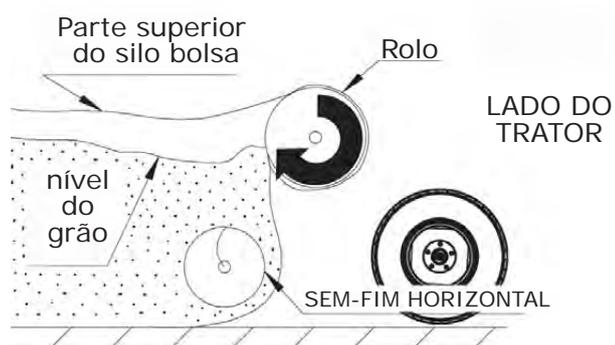

Figura 6.6 – Cereal dentro do silo bolsa
- 5) Com a barra do cardam já com marcha, acionar (hidraulicamente) o rolo de tração no sentido que indica a flecha na figura 6.6. Com a válvula reguladora de fluxo, aumentar gradualmente a velocidade até conseguir trabalhar a um ritmo razoável (lembre que neste ponto o extrator deve começar a movimentar-se, puxado pelo trator de tração. O que se pretende é que a velocidade seja suficientemente alta a ponto de se obter um bom rendimento, mas não excessivamente alta a ponto de ocasionar o enrolamento de cereal junto ao silo bolsa. A figura 6.3 mostra uma situação ideal, onde o cereal se mantém a um nível estável dentro do silo bolsa.